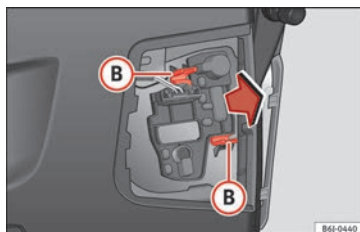

Fig. 114 Démontage du support d'ampoules.
- Démontez le support d'ampoule en appuyant sur le clip de fixation **(B)** » fig. 114 et en le retirant vers l'extérieur.